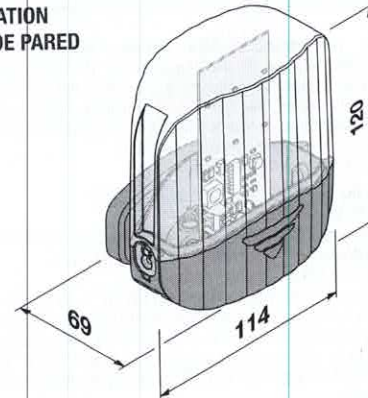

Fig. 1
Das Blinklichte **ICON**, mit Auswahl der elektrischen Spannung **24Vac-dc** und **230Vac** über Klemmenleiste und integrierte Antenne, stellt ein leistungsfähiges, optisches Signalsystem von Betätigungen dar. Es ist zur Anwendung auf jedem Anlagentyp geeignet; die einfache Installation und die geringen Abmessungen (siehe Abb. 1) machen es zum idealen Leuchtmelder bei Wohnanlagen. Der Schaltkreis ist in einem wasserdichten Gehäuse untergebracht (Schutzgrad IP 54). Die Gehäusebasis ermöglicht eine schnelle Anbringung bei Installationen an Pfeilern und Wänden.
- Wählen Sie die Anbringungsstelle gemäß den Anforderungen der Anlage, wobei Sie überprüfen sollten, dass die gute Sichtbarkeit des Leuchtmelders sowohl bei der Einfahrt als auch bei der Ausfahrt gewährleistet ist, siehe Abb. 1.